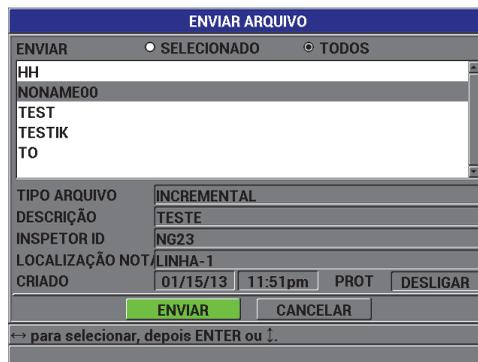

Figura 8-4 Tela ENVIAR ARQUIVO
3. Na tela **ENVIAR ARQUIVO** (ver a Figura 8-4 na página 152):